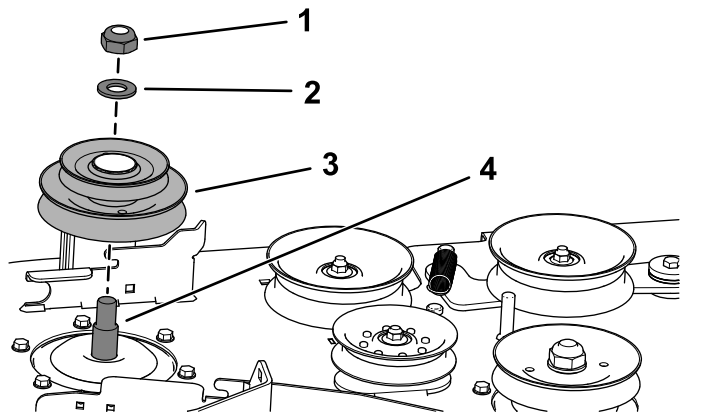

図 30
- ロックナット3/4"とワッシャで、新しいダブルプーリを右側スピンドルシャフトに固定する 図 30。